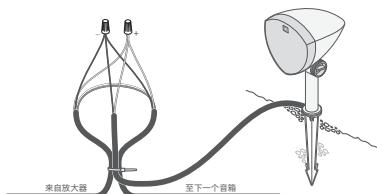

图 5
8. 剪切左扬声器或右扬声器的两根正确电线（参见下表），剥去理地线裸露端 3/4 英寸 (1.9 厘米) 的绝缘层，然后从相对应扬声器尾纤的端部剥去 3/4 英寸 (1.9 厘米) 的绝缘层（见图 5）。
9. 制作一个大约 10 英寸 (约 25 厘米) 的环路，使用扎带将线环和扬声器尾纤固定到位，以消除应力（见图 5）。